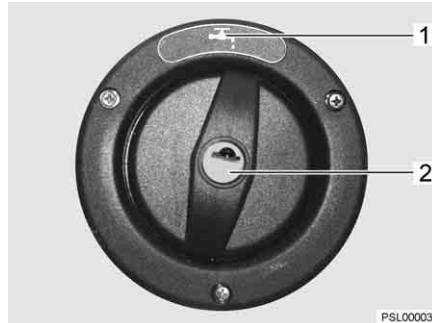

Bild 237 Lock för påfyllningsöppningen för dricksvatten
Påfyllningsöppningen för dricksvatten är märkt med symbolen "☞" (Bild 237,1). Locket låses och låses upp med nyckeln till de utvändiga låsen (utvändiga luckorna).
- Stick in nyckeln i låscylindern (Bild 237,2) och vrid ett kvarts varv moturs.